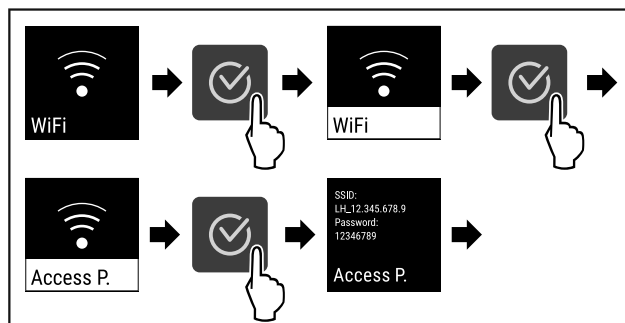

Fig. 89
- ▶ Hajtsa végre a művelet lépéseit (lásd Fig. 89) .